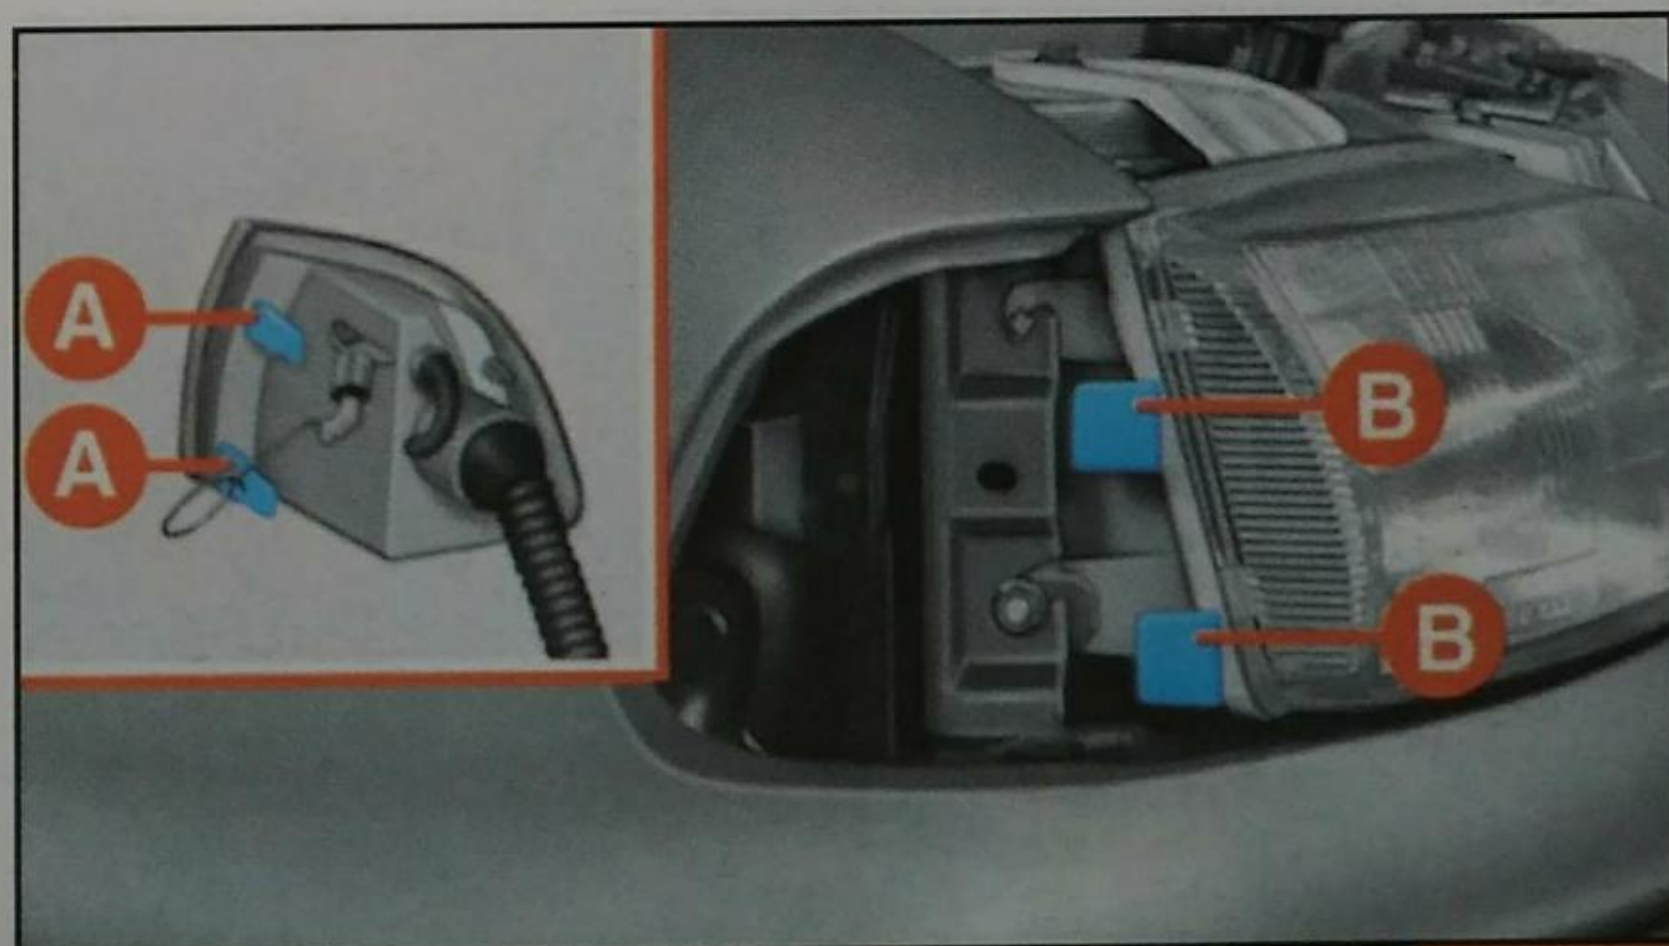

Fig. 17
6) Reponer el lente transparente introduciendo las dos lengüetas **A-fig 17** en las guía **B** al lado del faro.